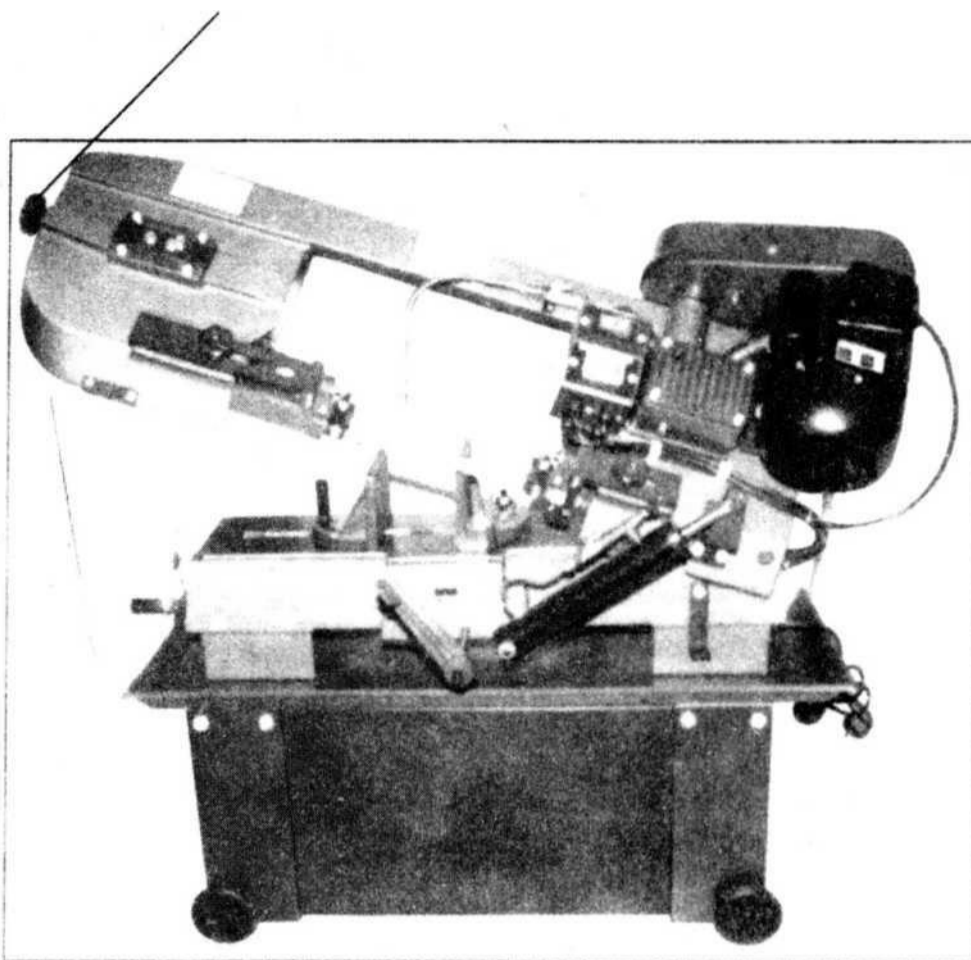

рис. 9
3. Поверните ручку натяжения ленточного полотна (А, рис.9) на один и три четверти до двух оборотов по часовой стрелке. Это равно примерно 800 кг натяжения ленточного полотна.